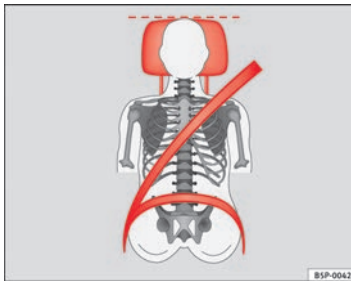
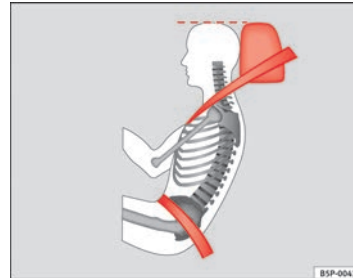

Abb. 90 Von vorne betrachtet: richtig eingestellte Kopfstütze und korrekter Gurtverlauf
Abb. 91 Von der Seite betrachtet: richtig eingestellte Kopfstütze und korrekter Gurtverlauf
- Die Kopfstützen so einstellen, dass sich die Oberkante der Kopfstütze möglichst auf einer Linie mit dem oberen Teil Ihres Kopfes, aber mindestens auf Augenhöhe befindet ⇒ Abb. 90 und ⇒ Abb. 91.